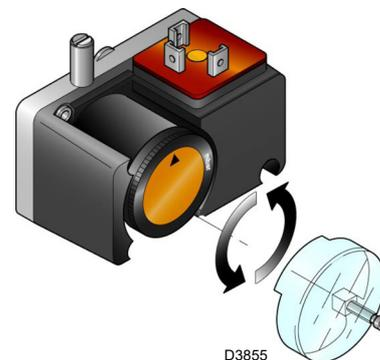

Fig. 34
- Regular el presostato para el control de estanqueidad (Kit PVP)(Fig. 34 a pág. 36), si está presente, según las instrucciones suministradas con el kit.
Regular el presostato para el control de estanqueidad (kit PVP) (Fig. 34) si está presente, según las instrucciones suministradas con el kit.